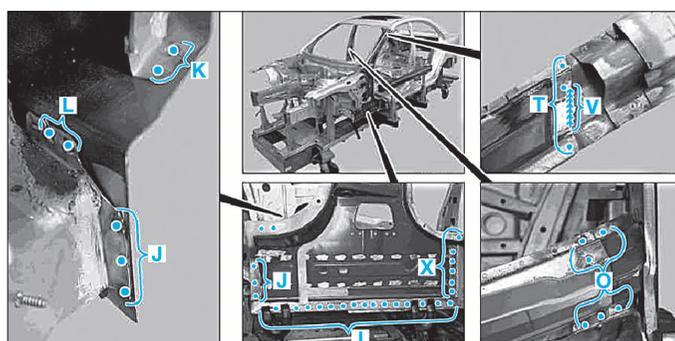

FIG. 46
- la doublure sur le passage de roue zones (L) et (O) (Fig.46).